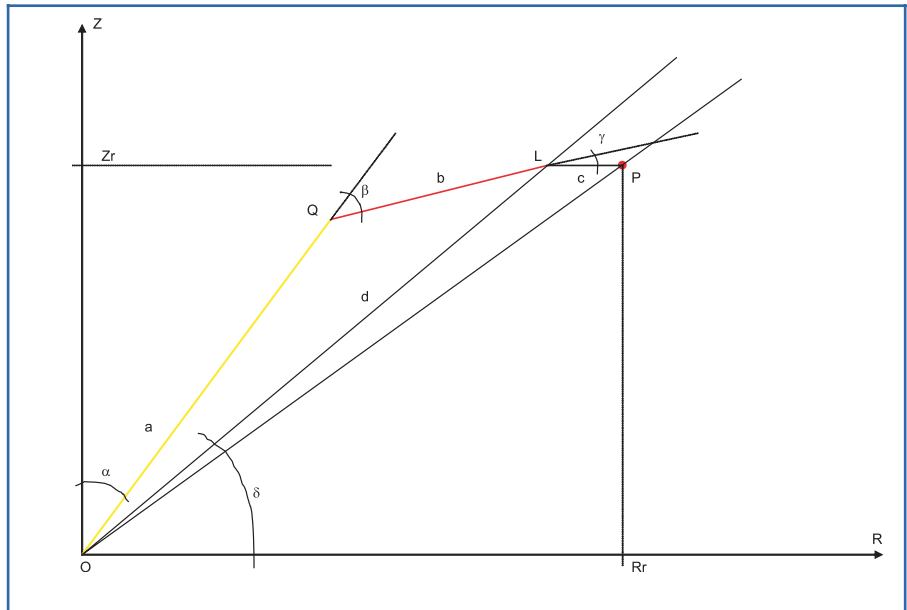

Figura 6: Grafico degli angoli sul piano ZR
In ordine da sinistra a destra sono rappresentate: presa orizzontale (H), presa verticale dall'alto (Va) e verticale dal basso (Vb), questo non sacrifica le prestazioni in modo eccessivo ma semplifica di molto i calcoli (almeno per me). Facciamo ora un bel disegno da tenere sottomano (figura 6).